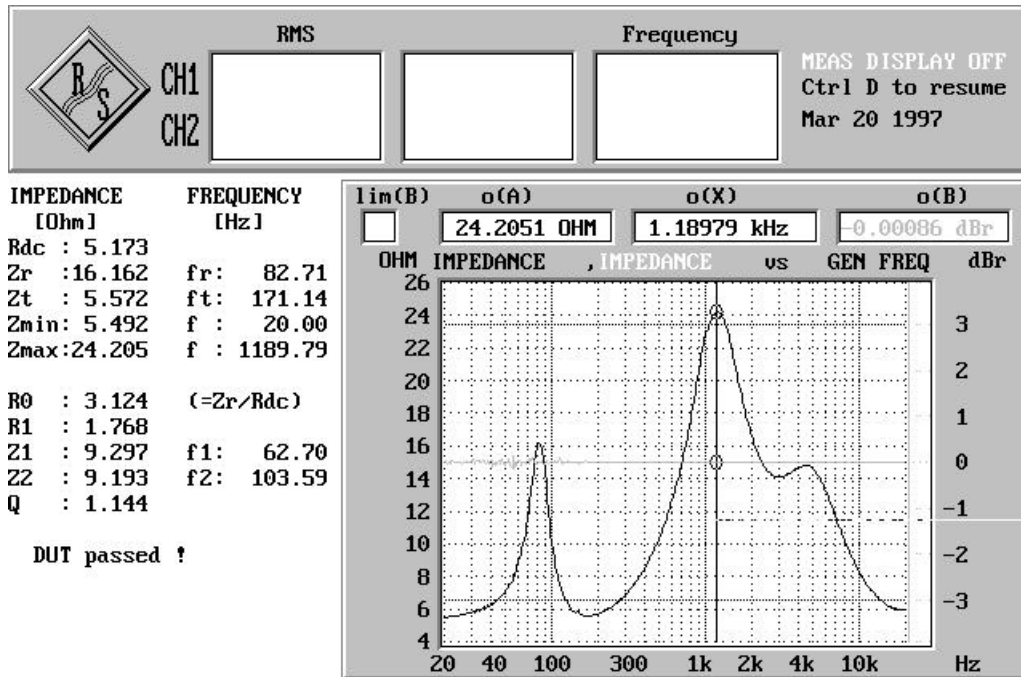

BILD 7: Impedanzverlauf und Auswertung eines Mehrwegelautsprechers (Trace B stellt den Impedanzverlauf bezogen auf eine "golden unit" dar)
- "TRACE B" stellt den bezogenen Impedanzverlauf auf Trace B dar, während gleichzeitig auf Trace A der absolute Impedanzverlauf gezeichnet wird (siehe Bild 7).